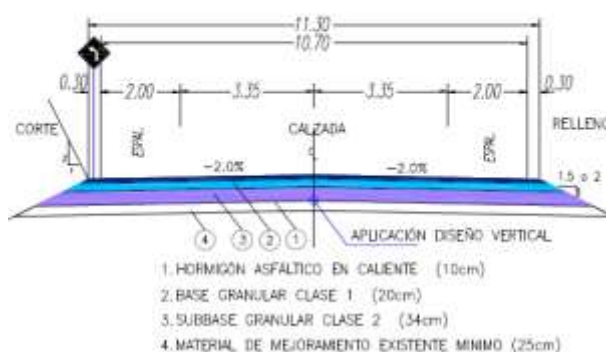

Imagen 2: Sección típica de vía
- Del km 7+120 al km 7+245 tendrá un ancho de 6.70 m con espaldones de 2.0m. a cada lado un ancho en la corona de 10.70 m total, del km. (Ver imagen 2 y 3)